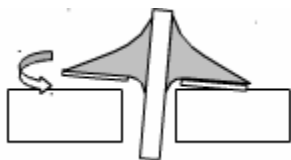

图 1 焊盘剥离现象
- 10、某同学使用电烙铁焊接器件时，产生如图 1 所示的现象，原因是_____